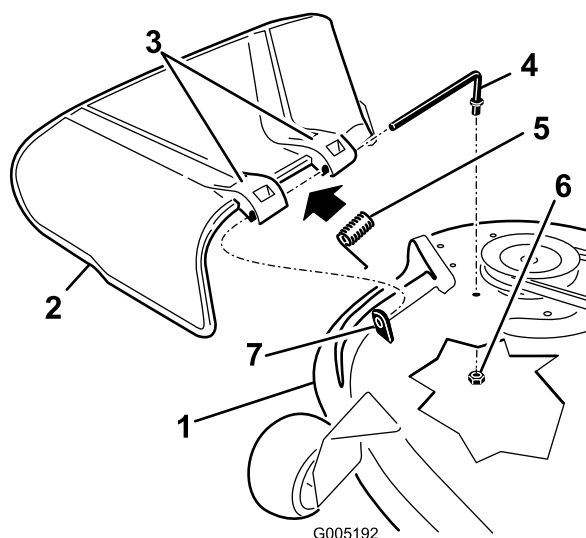

Figura 76
1. Togliete il dado ($\frac{3}{8}$ ") dall'asta sottostante il tosaerba (Figura 76).
2. Estraiete l'asta dal distanziatore corto, dalla molla e dal deflettore dell'erba (Figura 76).
4. Riposizionate il deflettore dell'erba (Figura 76).
7. Fate scorrere l'asta attraverso la seconda staffa del deflettore dell'erba (Figura 76).
9. Fissate l'estremità posteriore dell'asta nel tosaerba con un dado ($\frac{3}{8}$ "), come mostrato in (Figura 76).